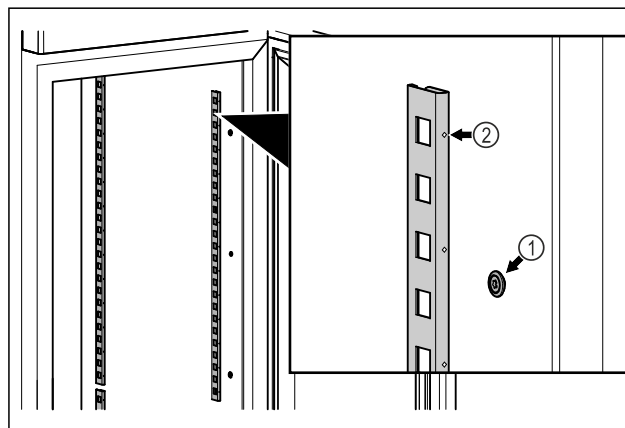

Fig. 56 Immagine a titolo di esempio
- ▶ Agganciare le barre di arresto in sospensione Fig. 56 (1). Il contrassegno Fig. 56 (2) deve essere rivolto in avanti.